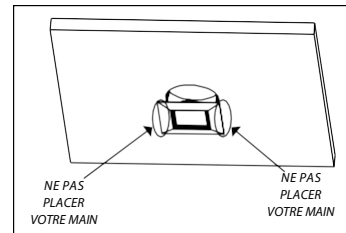

Figure 8
- **NE METTEZ PAS VOTRE MAIN AU-DESSOUS DE LA PINCE À RESSORT PENDANT LE PROCESSUS DE DÉINSTALLATION. L'ENCLÈCHEMENT DES PINCES PEUT DES CLIPS PEUT ENTRAINER DES BLESSURES À LA MAIN.** (Figure 8)